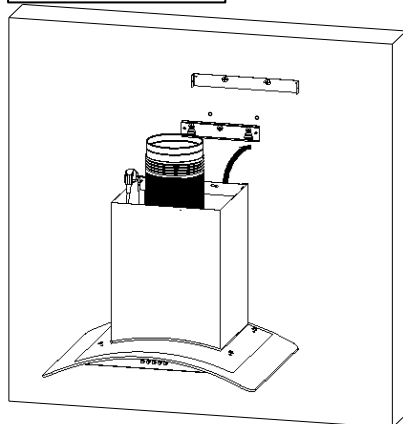

Рисунок 6
5. Подвесьте вытяжку на установочную планку. См. Рис. 6